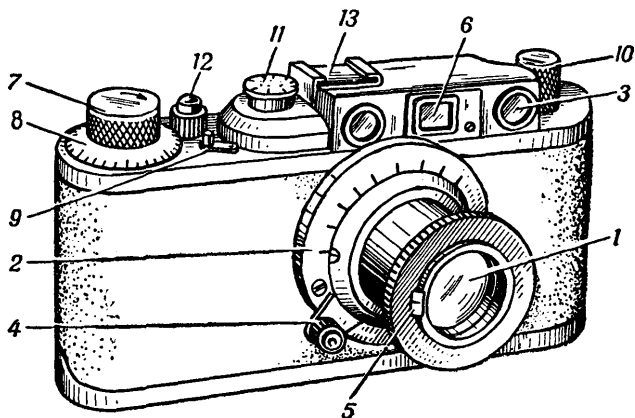

Рис. 21. Общий вид фотоаппарата „ФЭД“:
Фотоаппарат «ФЭД» представляет собой довольно простой, хорошо продуманный и точный механизм. Внешний вид его представлен на рис. 21. Аппарат снабжён объективом (1) со светосилой 1 : 3,5, в выдвижной оправе. Наводка на резкость может быть произведена по шкале расстояний (2) или, что удобнее, при помощи дальномера (3). Дальномер связан механически с винтовой оправой объектива. Когда при повороте рукоятки (4) изображение предмета в окошечке дальномера перестанет двоиться, можно быть уверенным, что аппарат установлен на резкость. Объектив снабжён диафрагмой, позволяющей уменьшать светосилу его до 1 : 18. Диафрагма управляется рычагом (5), помещённым на передней части оправы объектива.